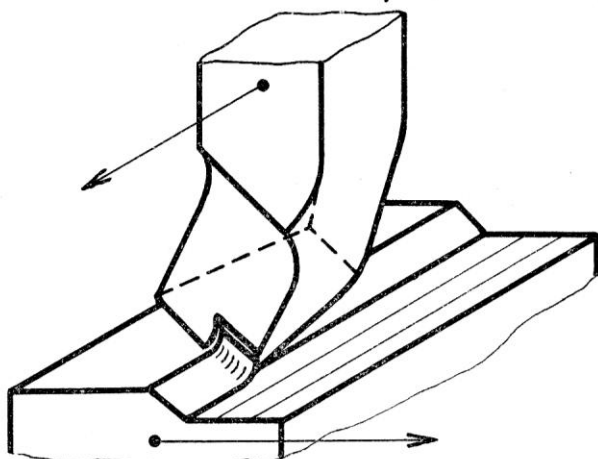

Fig 4
- les outils tranchants (qui forment des copeaux) (fig. 4 page 5)